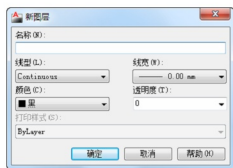

图 2-13 【新图层】对话框
- (1) 【转换自(S)】选项组: 显示当前图形中的所有图层, 也是要转换的图层。
- (2) 【转换为(T)】选项组: 列出可以将当前图形的图层转换为哪些图层。可以通过【加载(L)】按钮, 将标准图形文件的图层加载进来; 也可以通过【新建(N)】按钮, 打开【新图层】对话框, 如图 2-13 所示, 建立标准图层。